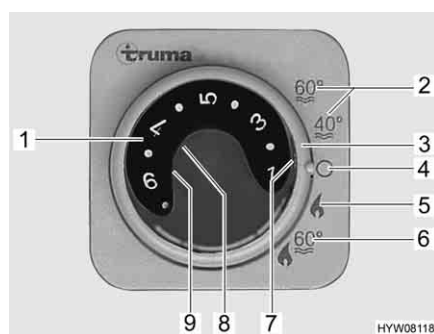

Fig. 65 Centralina di controllo per riscaldamento/boiler
- Impostare la modalità di funzionamento tramite l'interruttore girevole (Fig. 65,3).
A seconda della temperatura ambiente desiderata, il riscaldamento seleziona automaticamente il livello del bruciatore necessario. Al raggiungimento della temperatura ambiente desiderata, il bruciatore si spegne. Durante la modalità di funzionamento "Riscaldamento e boiler" (Fig. 65,6) è riscaldata anche l'acqua nel boiler. Nella modalità di funzionamento "Riscaldamento senza boiler" (Fig. 65,5) è possibile far funzionare il riscaldamento con il boiler vuoto.
- Impostare la manopola della temperatura (Fig. 65,1) sulla centralina di controllo scegliendo la potenza desiderata.
- Posizionare l'interruttore girevole (Fig. 65,3) su funzionamento invernale "Riscaldamento senza boiler" (Fig. 65,5) o "Riscaldamento e boiler" (Fig. 65,6).
Si accende la spia verde di controllo (Fig. 65,7).
- Posizionare l'interruttore girevole (Fig. 65,3) su "O" (Fig. 65,4).
La combinazione funzionamento a gas e funzionamento elettrico a 230 V diminuisce il tempo di riscaldamento del veicolo (è possibile solo se il riscaldamento viene impostato sulla centralina di controllo (Fig. 65) su funzionamento invernale).